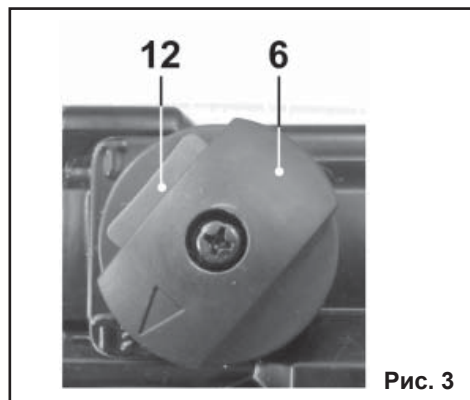

Рис. 3
9.1.3. Нажав на кнопку (12) переключателя режимов (6), поверните переключатель режимов (6) указателем к пиктограмме «положение сверления с осевым ударом» на корпусе редуктора, Рис.3.